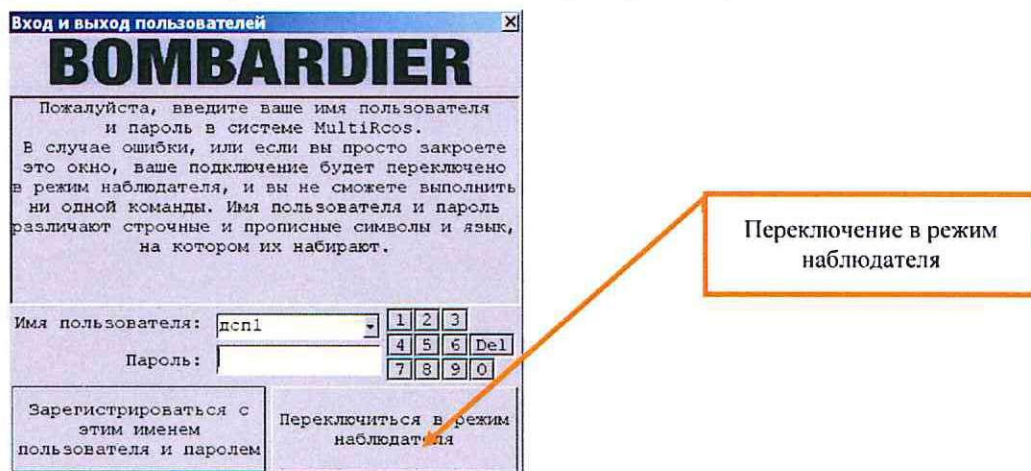

Рисунок 8. Переключение в режим наблюдателя.
7.3.2 ДСП в присутствии старшего электромеханика на основном АРМ ДСП вызывает диалог регистрации в системе и нажимает кнопку «Переключиться в режим наблюдателя» (Рисунок 8).